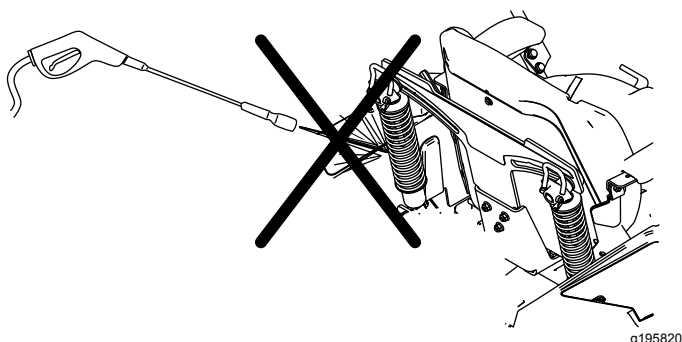

Figura 117
**Nota:** No limpie los conjuntos de choque con agua a presión (Figura 117).